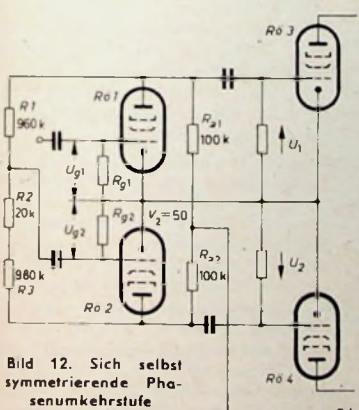

Bild 12. Sich selbst symmetrierende Phasenumkehrstufe
Die Schaltung einer sich selbst symmetrierenden Phasenumkehrstufe zeigt Bild 12. Für die Spannungen U_1 und U_2 gilt die Forderung
In üblichen Phasenumkehrschaltungen würde bei Röhrenalterung oder Röhrenwechsel in der Phasenumkehrstufe keine Spannungssymmetrie entsprechend Gl. (5) mehr vorhanden sein. Die Folge wäre ein starkes Ansteigen des Klirrfaktors. Die Schaltung nach Bild 12 stellt aber eine Brücke dar, wobei zwei Brückenglieder durch die beiden resultierenden Außenwiderstände (Spannungsteiler und Röhren) gebildet werden. Die beiden anderen Brückenzweige werden durch die Widerstände R_1 , R_2 und den Widerstand R_3 dargestellt. Die Dimensionierung der Widerstände R_1 , R_2 und R_3 ergibt sich aus folgender Überlegung: